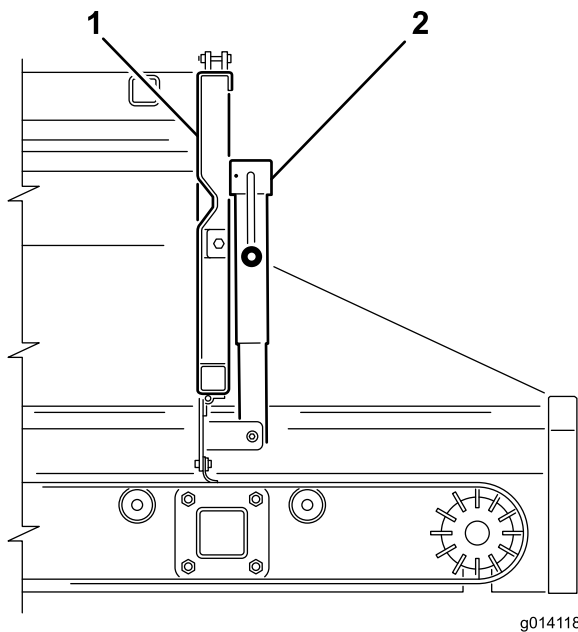
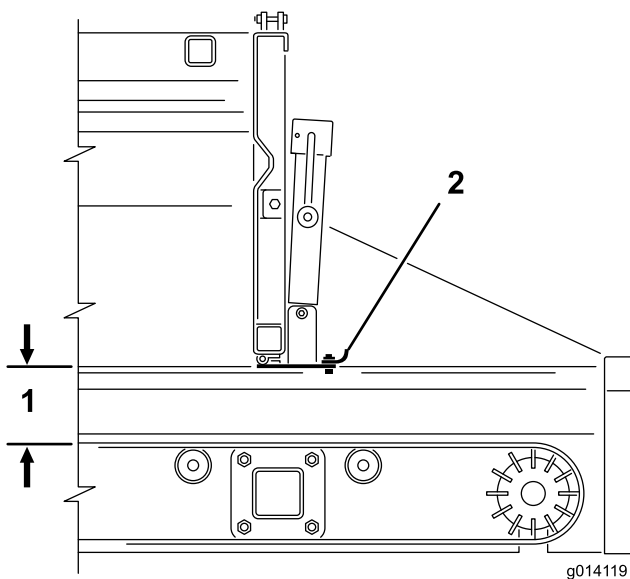

Figura 27
Figura 28
2. Utilize o manípulo do macaco para abrir ou fechar a secção ajustável da porta traseira (Figura 27 e Figura 28). Isto limita o fluxo de materiais quando utilizar um acessório.